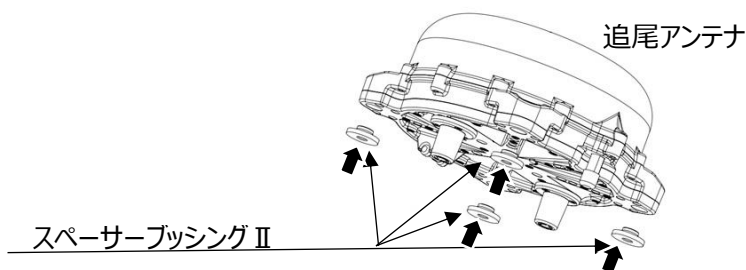

図 4.1 スペーサーブッシング II 挿入方法
- ① 図 4.1 に太矢印で示す 4 か所の追尾アンテナ固定穴に、WSⅢ 追尾アンテナ取付キットのスペーサーブッシング II を挿入する。